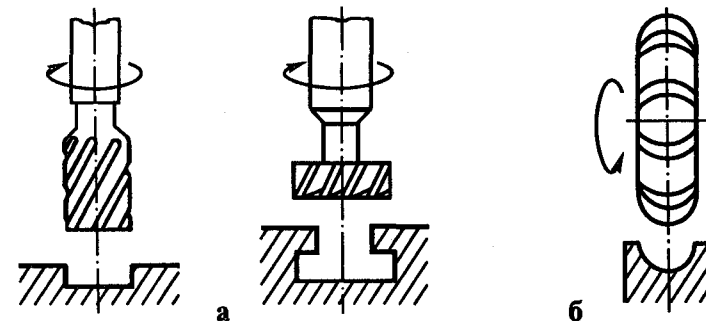

Рис. 71. Виды фрез: а — концевые; б — фасонная
*Фрезерование* — это операция механической обработки резанием, при которой многолезцовый инструмент — *фреза* (рис. 71) совершает вращательное (главное) движение, а обрабатываемая заготовка — поступательное движение (движение подачи).